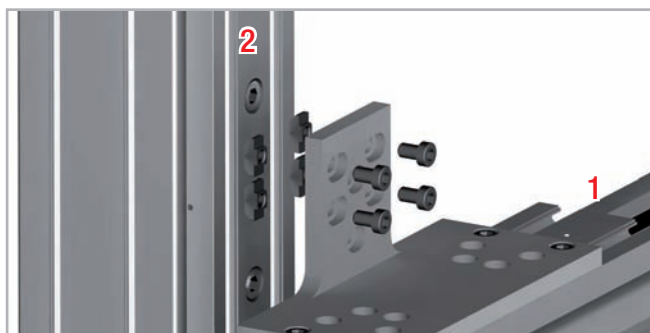

Рис. 104
4. Прикрепить соединительную пластину к актуатору № 2, пропустив винты сквозь крепёжные отверстия, предусмотренные в меньшем плече пластины (см. Рис. 104).